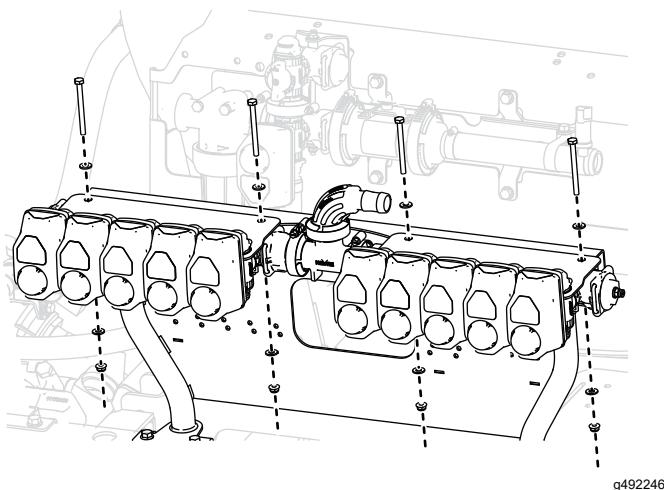

Figura 45
- Monte los soportes de desvío y el conjunto del distribuidor en el bastidor de las válvulas con 4 pernos ($\frac{1}{4}$ " x 3"), 8 arandelas ($\frac{5}{8}$ ") y 4 contratuerzas ($\frac{1}{4}"), tal y como se muestra en la Figura 45.$